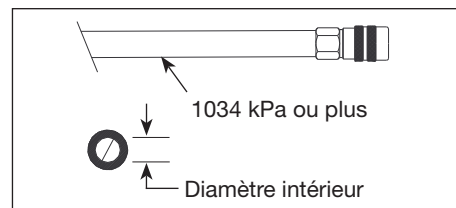

Figure 7 - Exigences du tuyau à air
**BOUCHON RAPIDE** — Un bouchon rapide conçu pour fonctionner en combinaison avec un coupleur rapide pour joindre facilement et rapidement un outil pneumatique en tuyau à air (*Voir Figure 7*).
**BOYAU D'ALIMENTATION D'AIR :** TOUJOURS utiliser des boyaux d'alimentation d'air avec une pression de service minimale égale à ou supérieure à la pression de la source de courant, ou 1 034 kPa (150 lb/po2), selon la valeur la plus élevée. Utiliser un tuyau d'air d'au moins 6,4 mm (1/4 po) pour les distances jusqu'à 15,24 m (50 pi). Utiliser des tuyaux d'air de 9,5 mm (3/8 po) pour les distances de 15,24 m (50 pi) ou plus (voir la figure 7 et le tableau 2).